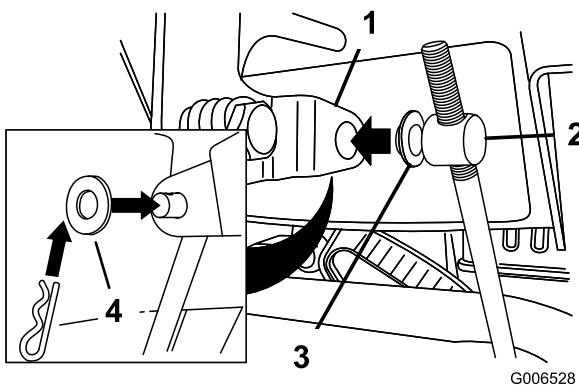

Figura 11
- Togliete la coppiglia a forcina e la rondella esterna dal barilotto sul lato superiore dell'asta di comando della velocità (Figura 11).
Nota: Per agevolare l'installazione lasciate la rondella piana sul barilotto (Figura 11).
6. Sollevate l'asta di comando della velocità ed inserite il barilotto nel foro della leva di selezione della velocità (Figura 11).
- B. Scollegate il barilotto dalla leva del selettori della velocità (Figura 11).
- C. Abbassate il barilotto sull'asta di controllo della velocità (senso orario) (Figura 11).
- D. Collegate il barilotto alla leva del selettore della velocità (Figura 11).
- Scollegate il barilotto dalla leva del selettore della velocità (Figura 11).
- Alzate il barilotto sull'asta di controllo della velocità (senso antiorario) (Figura 11).
- Collegate il barilotto alla leva del selettore della velocità (Figura 11).